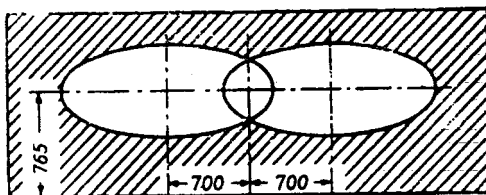

Рис. 80. Размеры экрана для регулировки фар.
3. Включите дальний свет и, закрыв одну из фар, установите другую винтами наводки (сверху и сбоку фары, под ободком) так, чтобы центр светового пятна на экране был на высоте 765 мм от пола и на 700 мм от оси автомобиля (рис. 80).